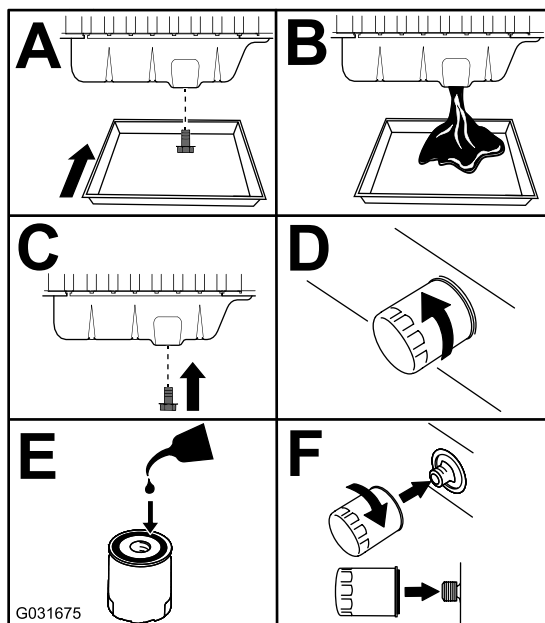

Figura 77
3. Sostituite l'olio motore e il filtro (Figura 77).